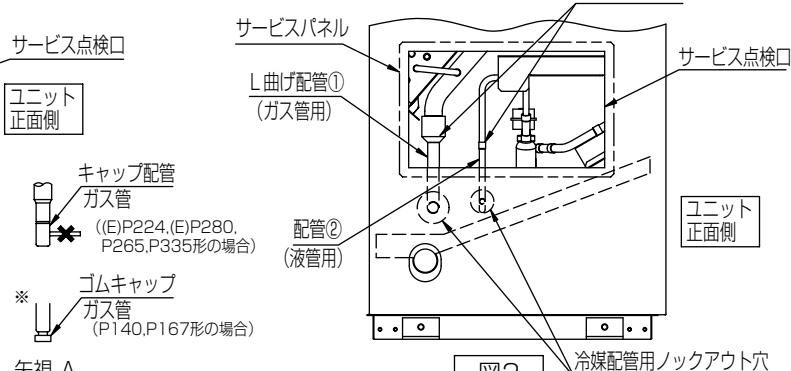
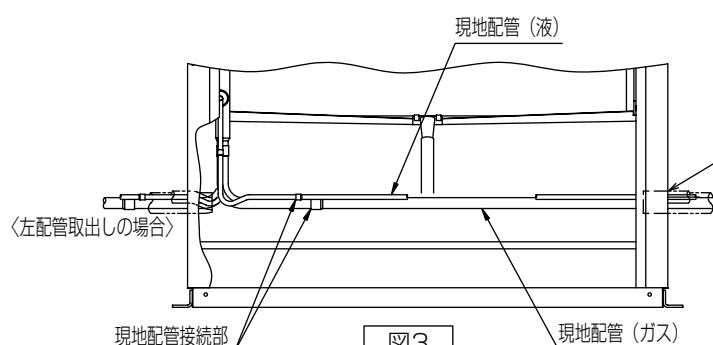

図2
図3
- ①. ファンブーリーと電動機ブーリーの平行度は図3、表2の規格を満足するようにセットしてください。
- ②. ベルトの一本当たりの張力はたわみ量Lの値を下式にて計算し、その時のたわみ荷重Wが表3の範囲内になるようにセットしてください。
(5) **図2**・**図3**に示すとおり、付属配管・現地配管を左側面サービス点検口および前面からろう付け接続を行ってください。
現地配管接続部**図3** → 付属配管接続部**図2**
(6) **図3**に示すとおりパイプカバーを取付けてください。